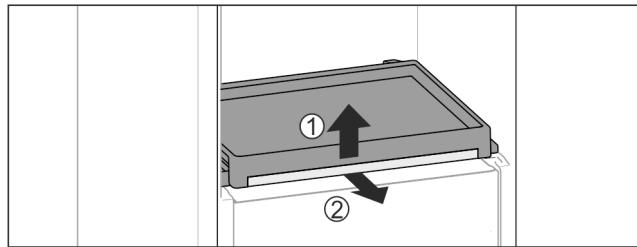

Fig. 95
- Vyberte vyťahovaciu poličku so sklenou doskou: Vpredu zľahka nadvihnite sklenou dosku Fig. 95 (1) a vytiahnite ju smerom dopredu Fig. 95 (2).